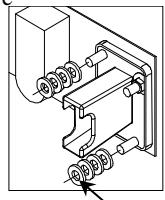

Figure 3.
5. Placer (élément 1) une rondelle plate (4) sur chacun des goujons comme illustré. Voir la Figure 3. Les deux côtés.